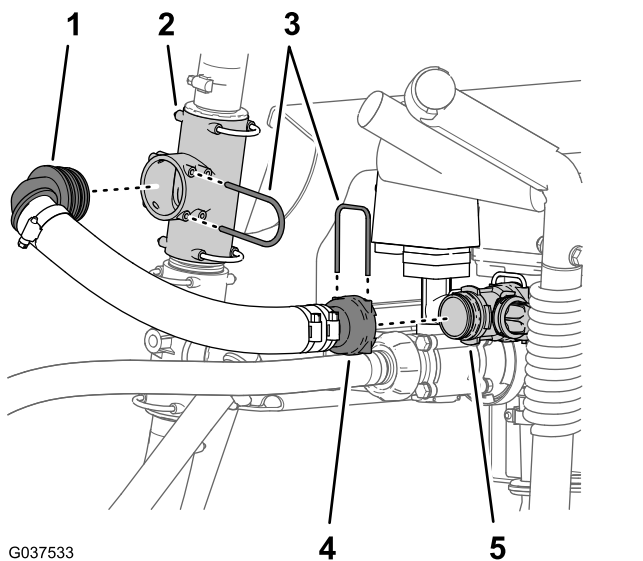

Figura 36
1. Rimuovete il fermo che fissa il raccordo diritto dentellato del flessibile di bypass dell'agitatore alla valvola di bypass dell'agitatore (Figura 36).
2. Rimuovete il fermo che fissa il raccordo dentellato a 90° del flessibile di bypass dell'agitatore al raccordo a T superiore (Figura 36).
3. Rimuovete il flessibile di bypass dell'agitatore dalla macchina (Figura 36).